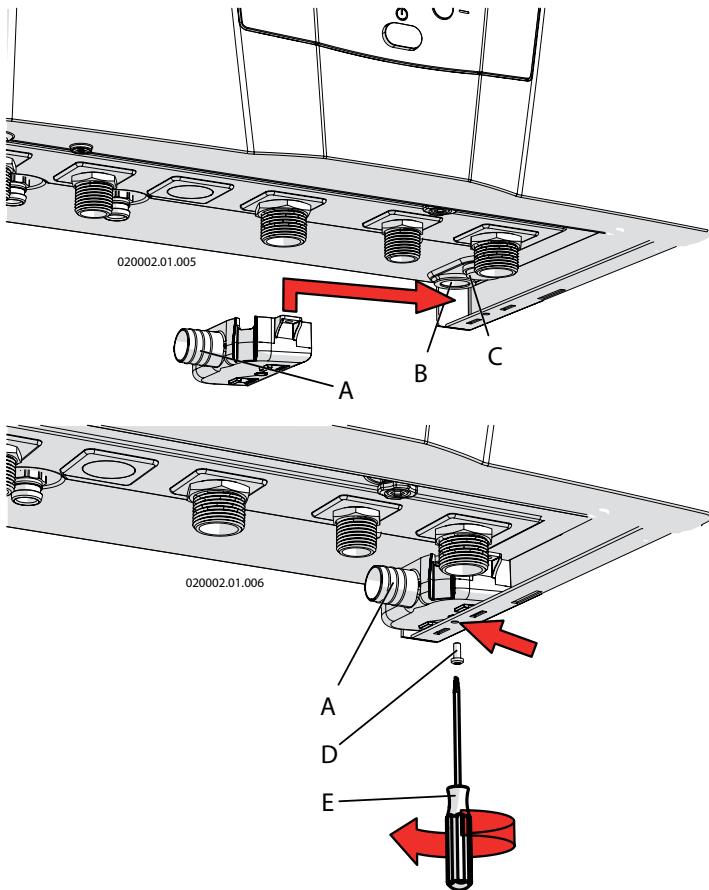
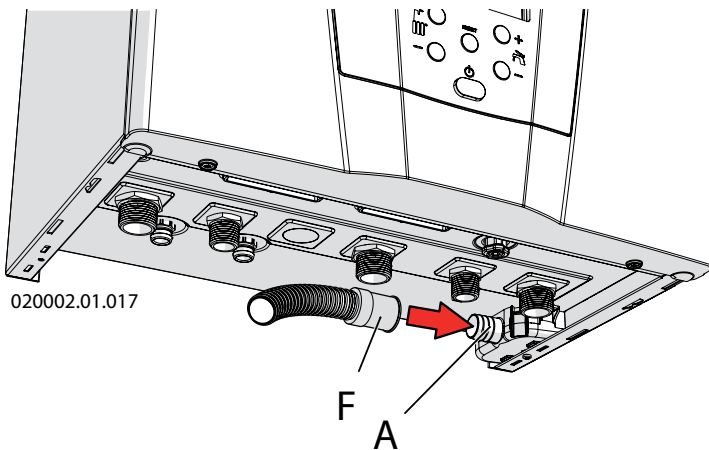
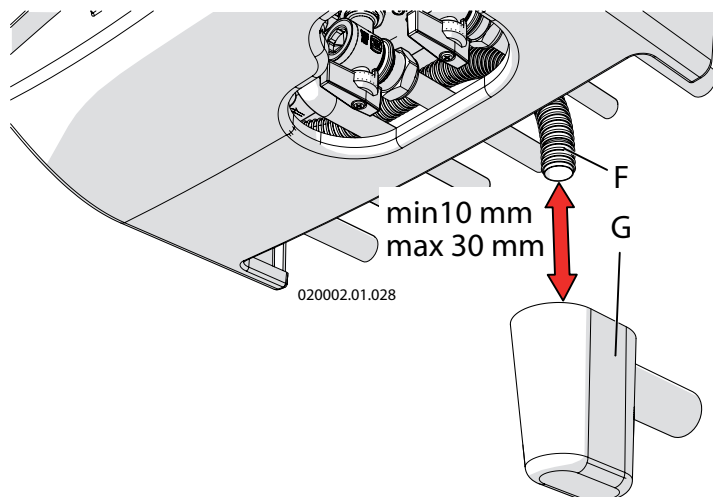

Figura 5.4 - Collegamento scarico valvola di sicurezza e scarico condensa
Figura 5.5 - Tubo di scarico condensa
Figura 5.8 - Imbuto sifonato (a richiesta)
L'apparecchio è predisposto all'interno di un sifone per l'evacuazione dei condensati (vedere figura 3.1 particolare "40") e per prevenire la fuoriuscita dei prodotti della combustione, la cui terminazione corrisponde al condotto "B" di cui alla figura 5.4. Tale terminazione deve essere convogliata in un ulteriore sifone antiiodori (figura 5.8 particolare "G") in modo da prevenire il ritorno di cattivi odori in ambiente (il sifone antiiodori "G" è fornito su richiesta).
La vaschetta "A" è montata di fabbrica come indicato in figura 5.4, il tubo di scarico "F" è montato di fabbrica come indicato in figura 5.5.
- ☞ per locale ad uso abitativo e per locale ad uso ufficio con un numero di utenti superiore a 10, può essere collegato all'impianto di smaltimento reflui domestici a mezzo di opportuno sifone con disgiunzione atta a prevenire la pressurizzazione del sistema (sifone predisposto all'interno dell'apparecchio) e a prevenire il ritorno di cattivi odori dalla fogna (particolare "G" di figura 5.8). Se il locale ad uso ufficio ha un numero di utenti inferiore a 10, prima del collegamento con lo scarico dei reflui domestici è opportuno un neutralizzatore di condense (vedere il capitolo 9 per il valore di acidità delle condense e per la quantità).
Lo scarico della valvola di sicurezza (particolare "C" di figura 5.4), insieme allo scarico condensa (particolare "B" di figura 5.4) deve essere convogliato ad un tubo "F" (vedi figura 5.5) di diametro interno minimo di 13 mm; il tubo "F" deve poi essere portato al sifone antiiodori (particolare "G" figura 5.8). Tale scarico con sifone è atto ad evitare sovrappressioni in caso di apertura della valvola e da modo all'utente di verificarne l'eventuale intervento.
Il tubo "F" di figura 5.5 è fornito di serie insieme alla vaschetta "A" di figura 5.4. Il sifone antiiodori "G" di figura 5.8 è fornito su richiesta.